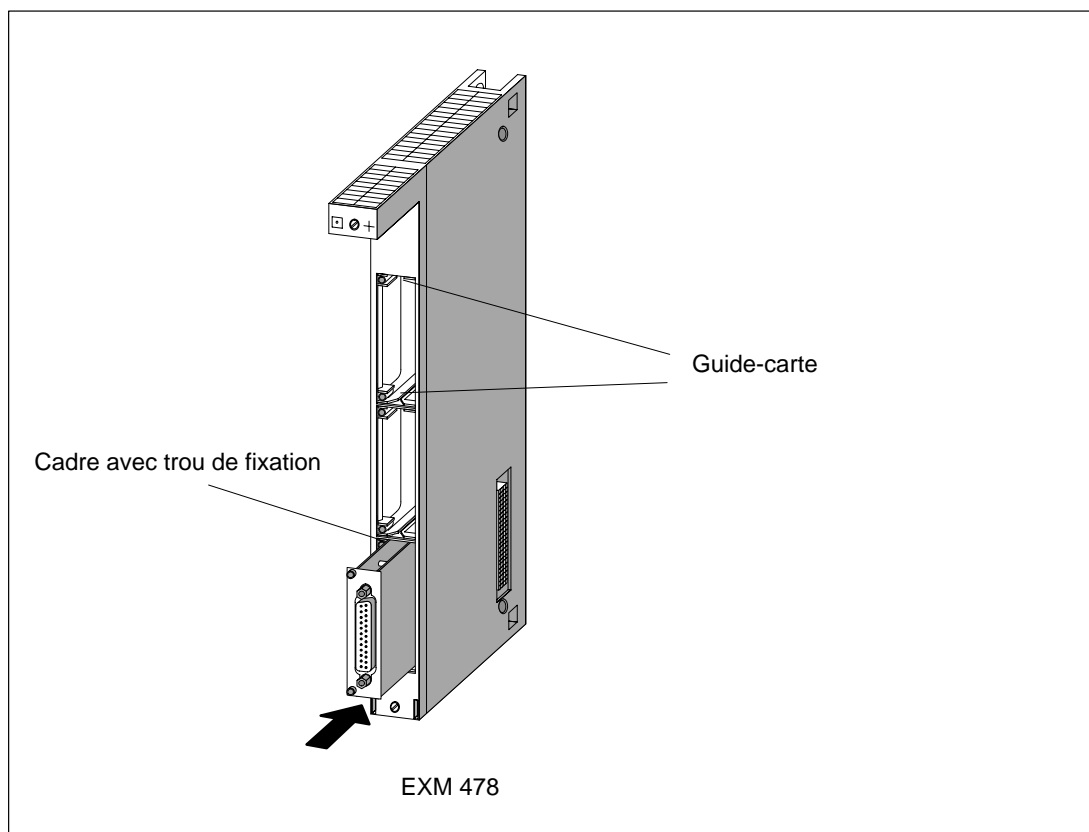

Figure 8-3 Montage de la cartouche interface dans un module d'extension
2. Engagez le circuit imprimé de la cartouche dans le guide-carte supérieur et inférieur du logement, comme le montre la figure 8-3.